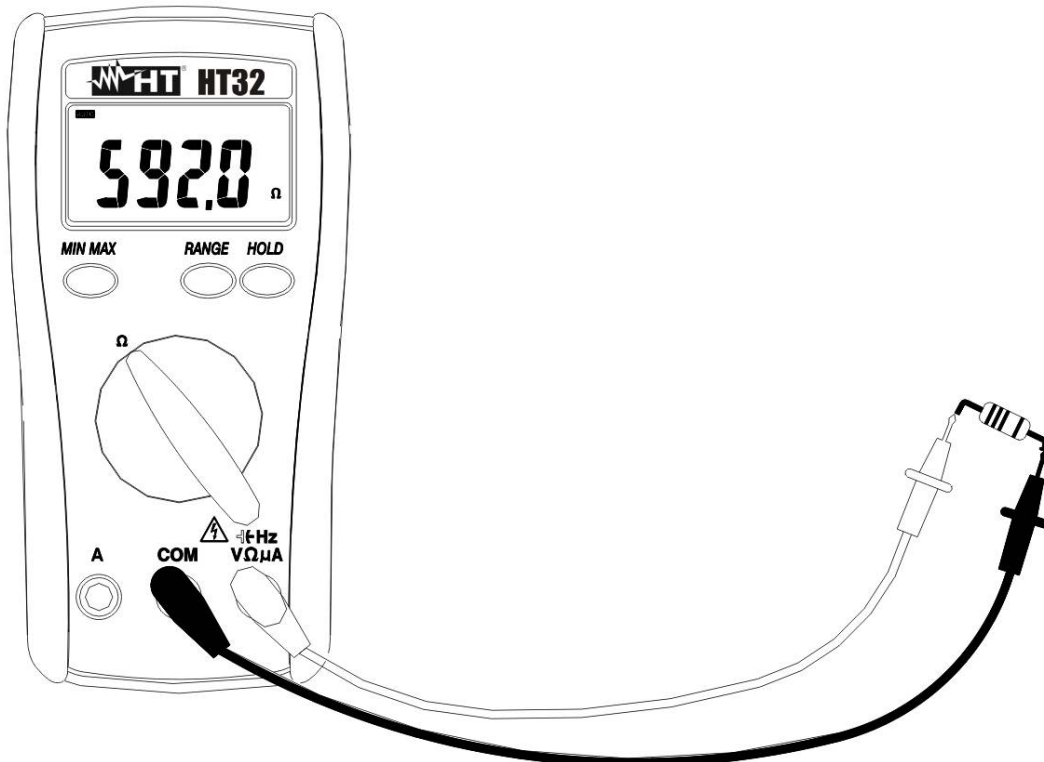

Abb.7: Widerstandsmessung oder Durchgangsprüfung
2. Verbinden Sie die Messleitungen wie folgt, die rote  $\rightarrow$  Hz V  $\Omega$   $\mu$ A Buchse und die schwarze in **COM** Buchse (Abb. 7).